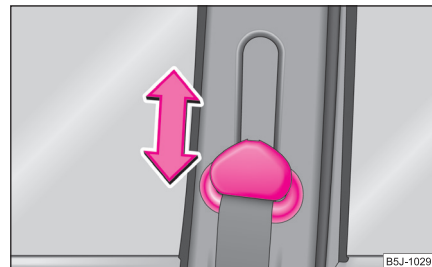

Fig. 135 Scaun față: Reglarea pe înălțime a centurii
- Pentru reglare apăsați dispozitivul de reglare și deplasați-l în sus sau în jos ⇒ fig. 135.